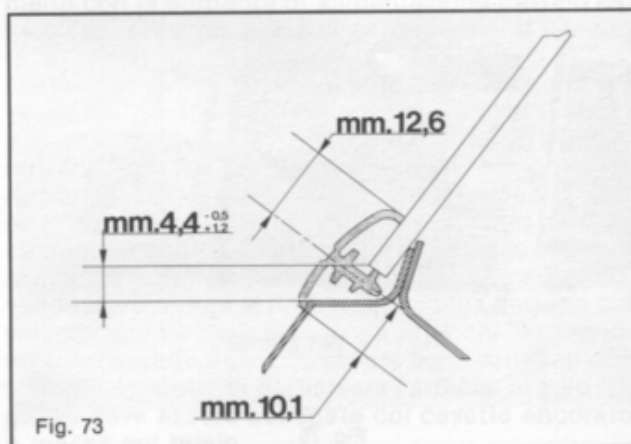
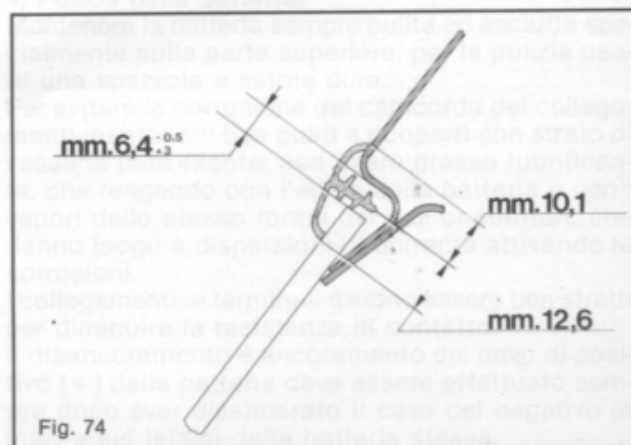

Fig. 73
Fig. 74
- Sgrassare il bordo del nuovo cristallo con **Alcool etilico**, posizionarlo mediante l'attrezzo 19.1.20049 come rappresentato in fig. 72 ed effettuare il centraggio rispetto al bordo, superiore ed inferiore, della cornice di alloggiamento cristallo rispettando le quote come indicato nei dettagli di fig. 73 (lato inferiore) e fig. 74 (lato superiore). Controllare inoltre che la distanza del cristallo dal bordo della cornice di alloggiamento sia la stessa sui due lati.
- Completata l'applicazione del sigillante adesivo procedere al montaggio, sui lati della cornice, dei quattro listelli di rifinitura (bordini) secondo il posizionamento illustrato nei dettagli di fig. 73 (lato inferiore) fig. 74 (lato superiore) e dei quattro angolari ved. fig. 75 fino a farli aderire al cristallo e al bordo della cornice.
**Avvertenza** - Il montaggio dei 4 listelli deve essere effettuato con il bordo più alto rivolto verso il cristallo come rappresentato in fig. 73 e 74.